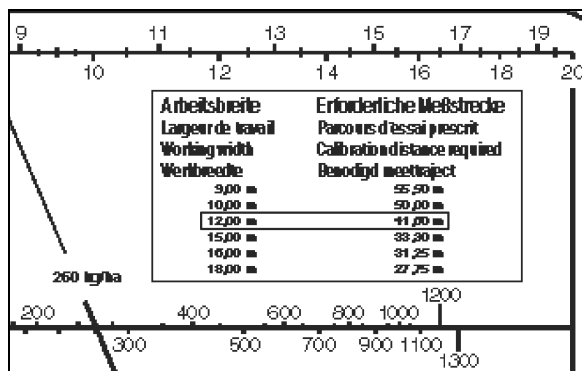
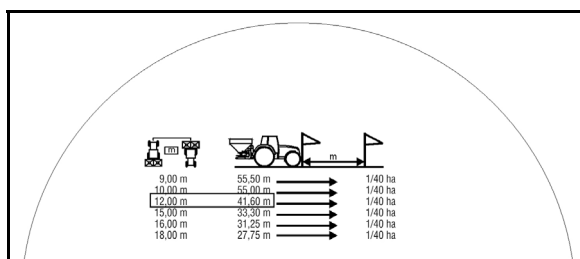

Bild 65
Bild 66
3. Avläs den nödvändiga mätsträckan (41,6 m) från nomogrammet (Bild 65/1) eller räkneskivans baksida (Bild 66) för den önskade arbetsbredden (12 m).